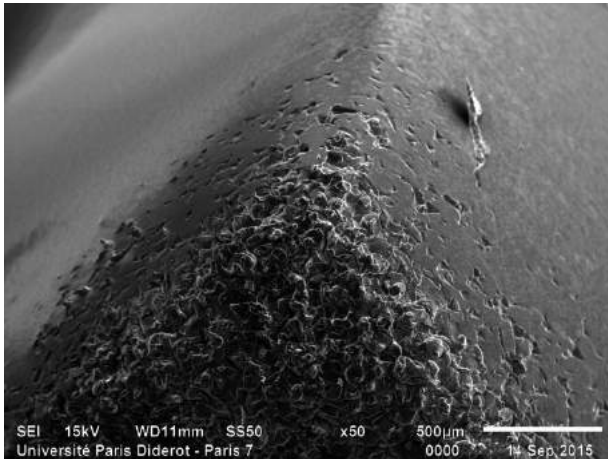

Figure 2. Image MEB en électrons secondaires de la surface d'un rouge à lèvres (copyright. G. Boudarham)
- les **électrons secondaires** proviennent des couches superficielles de l'échantillon et permettent d'obtenir des **images caractéristiques de sa surface** (contour, morphologie, etc.) (voir figures 2 et 4) ;